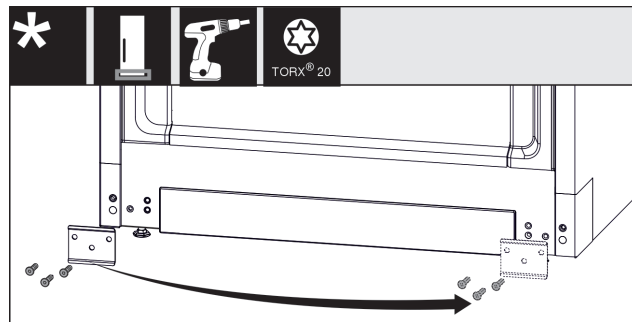

Fig. 14
- Dévisser la tôle Fig. 14 (1), la déplacer et la revisser de l'autre côté.